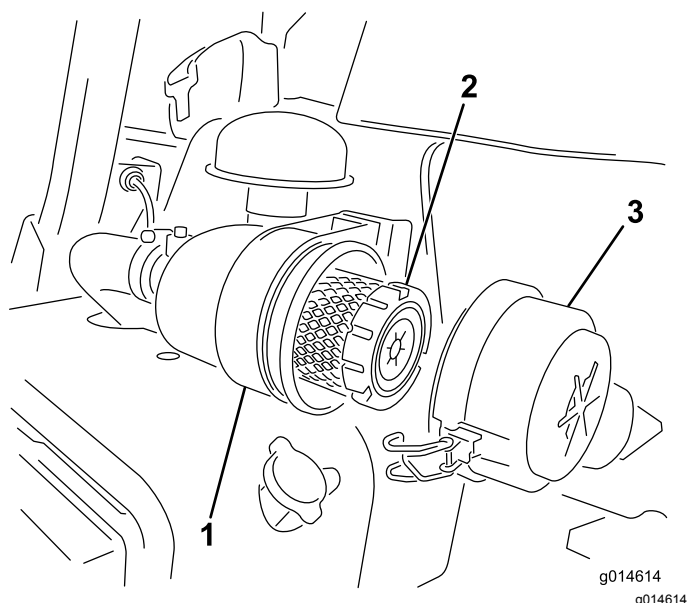

Рисунок 23
1. Отпустите защелки, фиксирующие крышку воздухоочистителя на его корпусе (Рисунок 23).
7. Зафиксируйте защелки (Рисунок 23).